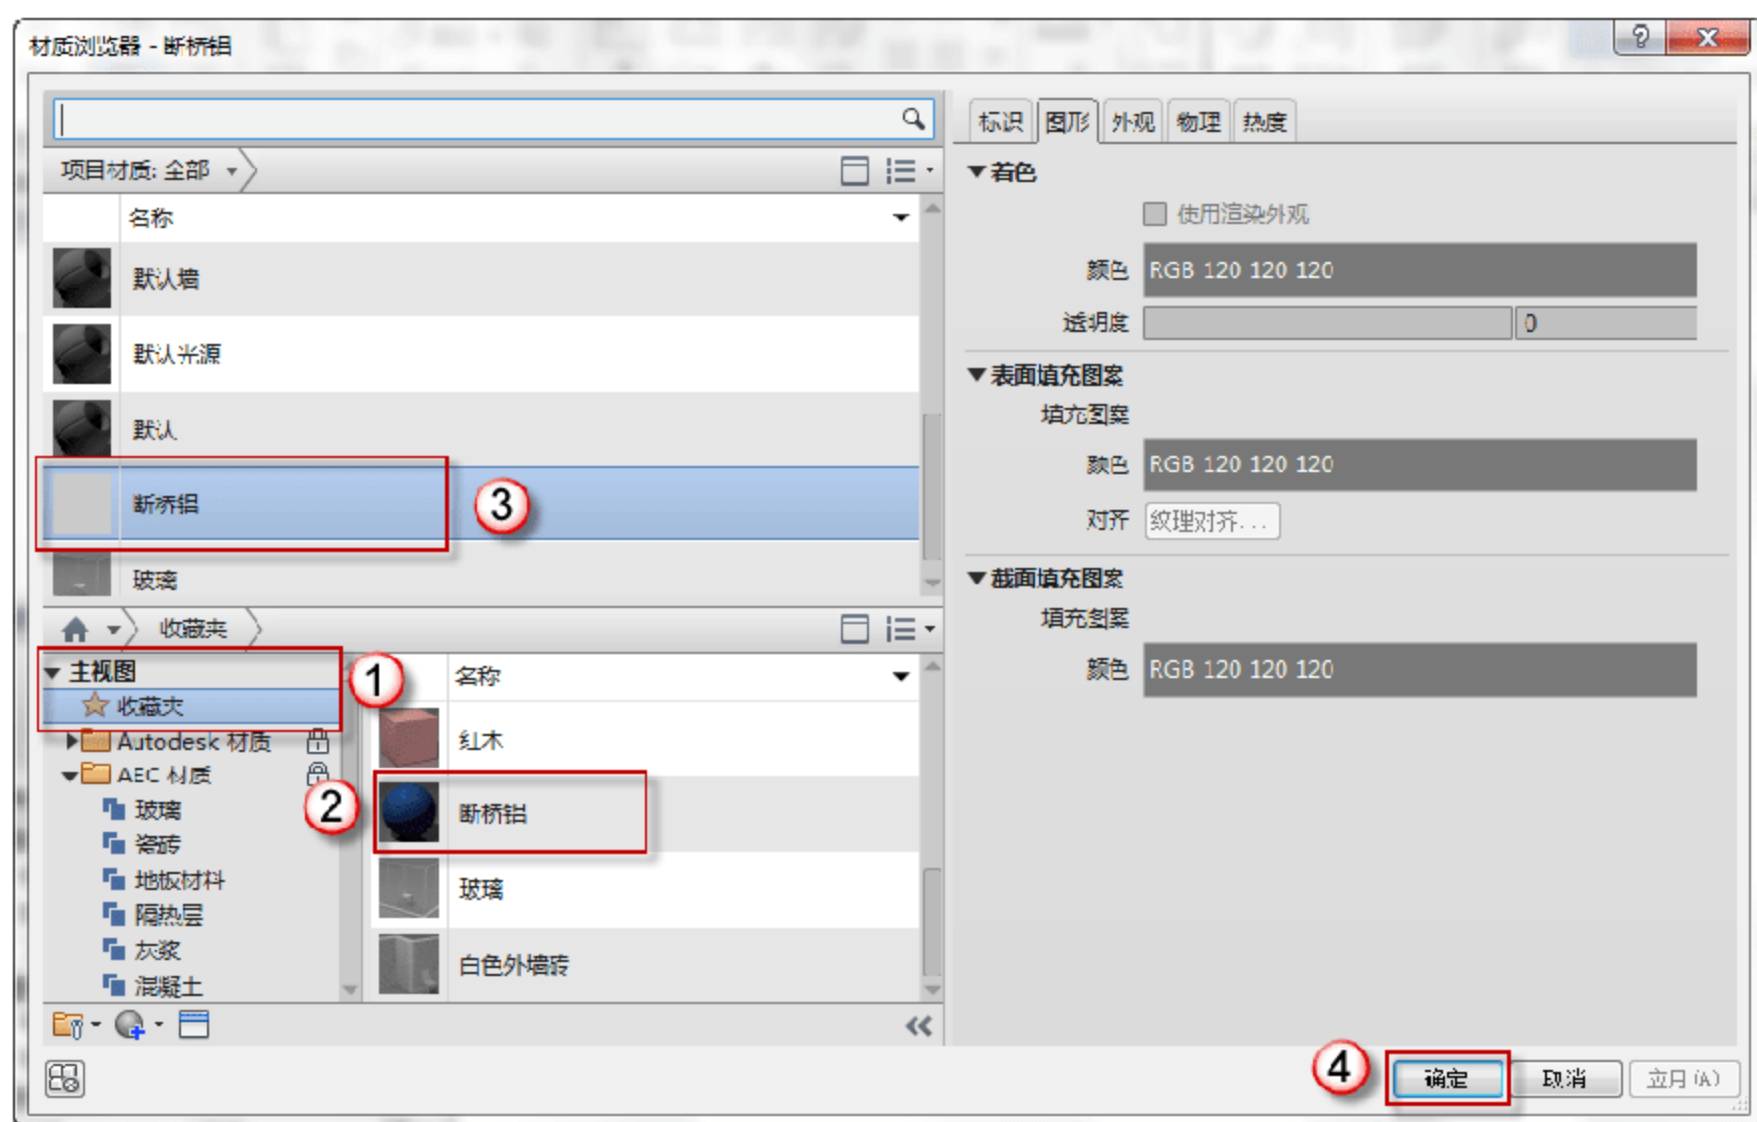

图 7.1.59 添加“断桥铝”材质
(12) 添加“断桥铝”材质。单击“族类型”按钮,弹出“族类型”对话框,单击“材质和装饰”栏“门窗框材质”后的“<按类别>”按钮,弹出“材质浏览器”对话框,选择“主视图”→“收藏夹”→“断桥铝”命令,双击“断桥铝”材质,单击“材质浏览器”对话框中的“确定”按钮,如图7.1.59所示。